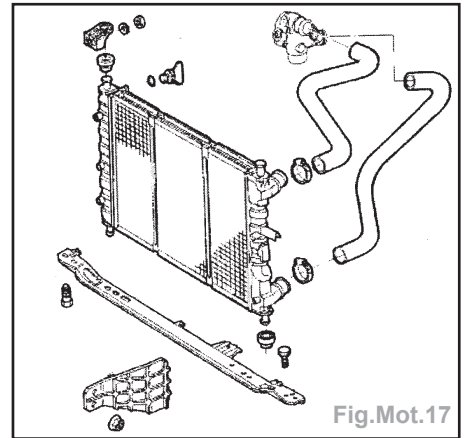

Fig.Mot.17
- La vidange du circuit de refroidissement s'effectue par le bouchon situé dans la partie inférieure du radiateur (Fig. Mot.17).